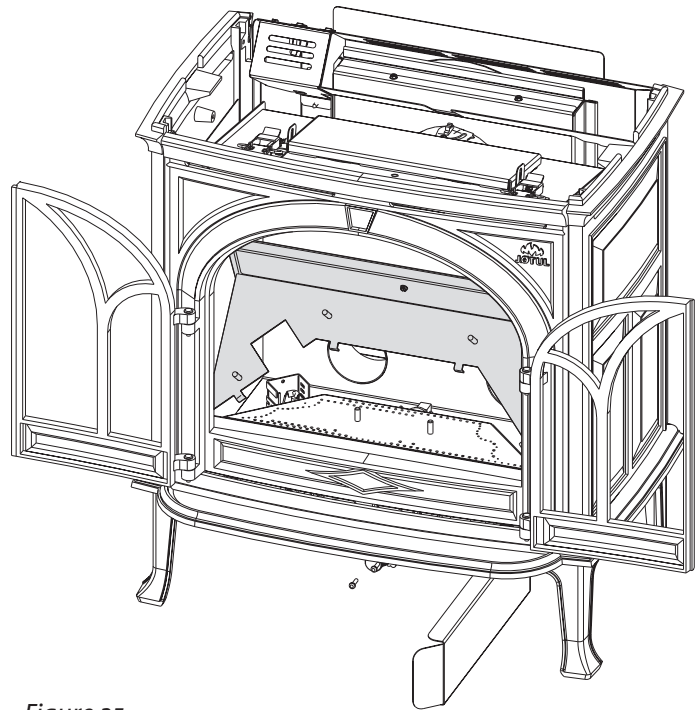

Figure 25.
5. **Lift out the Burner Skirt.** See fig. 25.